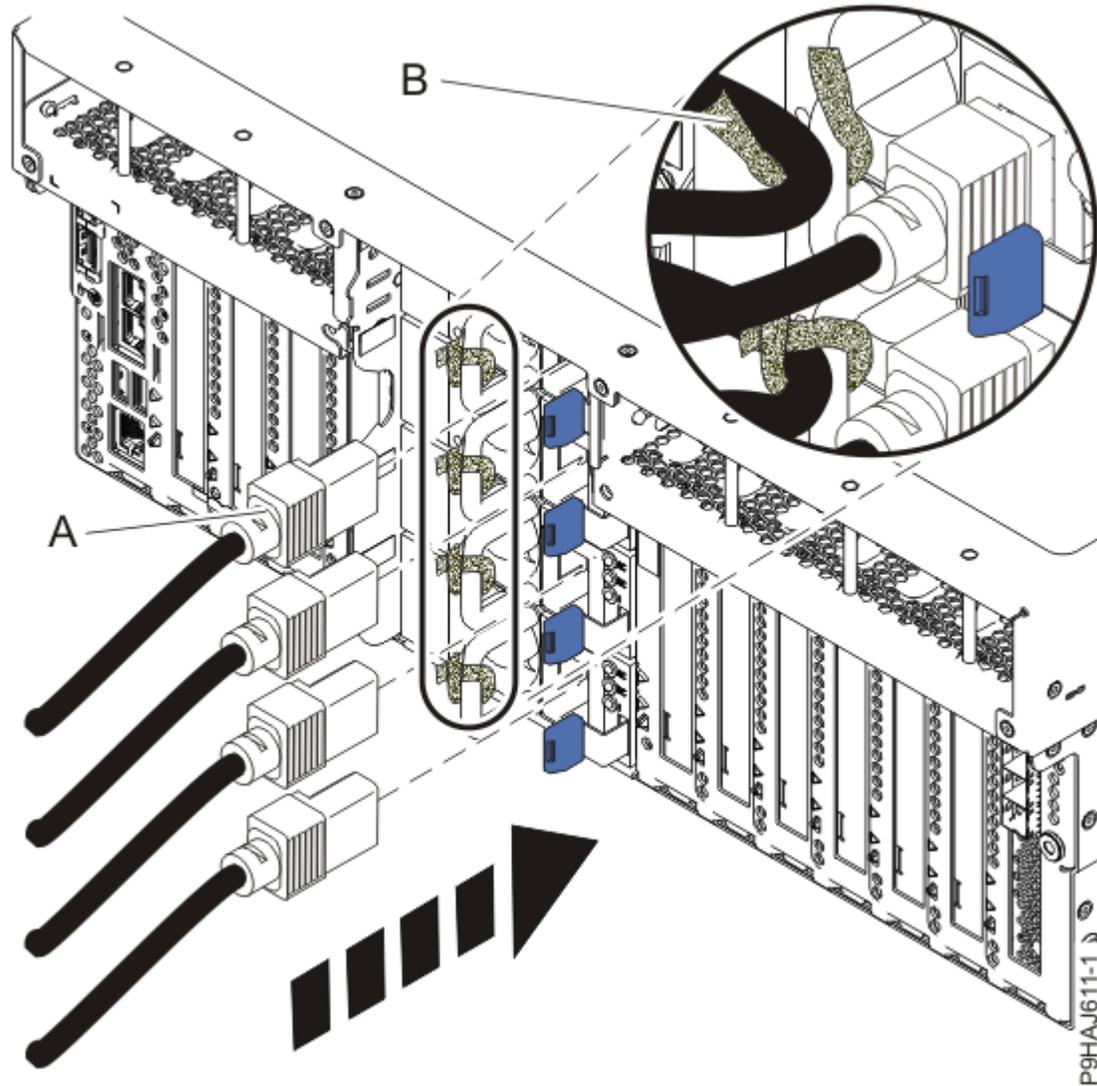
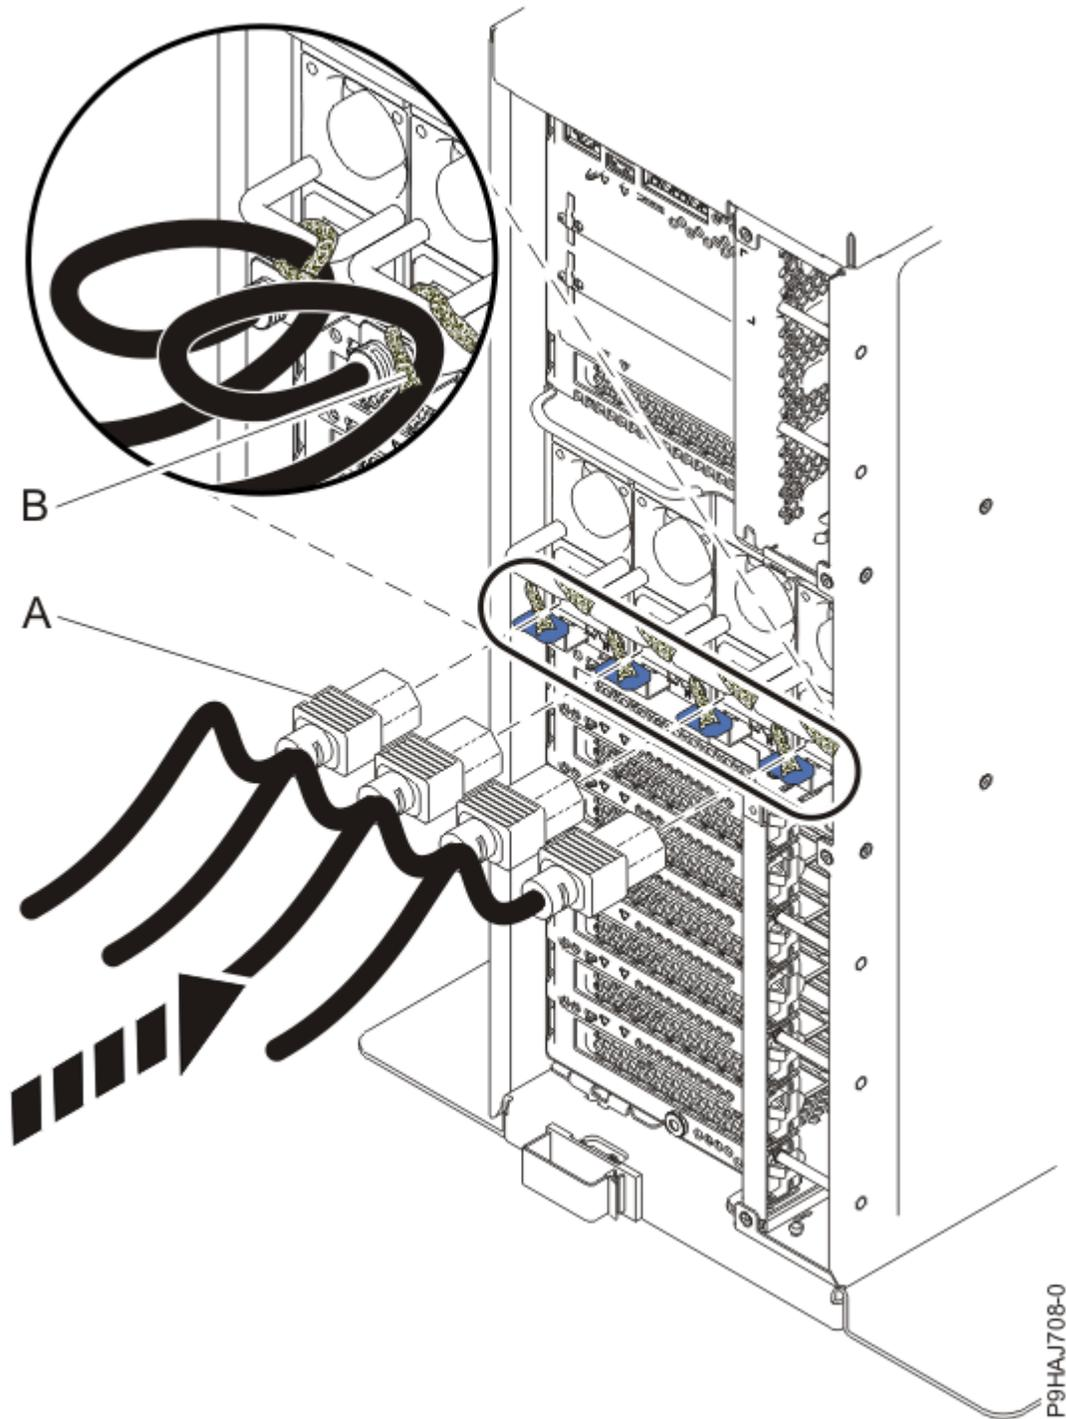

Figura 27. Conexión de los cables de alimentación a un sistema montado en bastidor
Figura 28. Conexión de los cables de alimentación a un sistema autónomo
4. Utilizando las etiquetas, vuelva a conectar los cables de alimentación **(A)** a la unidad del sistema. Sujete los cables de alimentación **(A)** al sistema utilizando el mecanismo de sujeción **(B)** tal como se muestra en la Figura 27 en la página 46 o Figura 28 en la página 47.